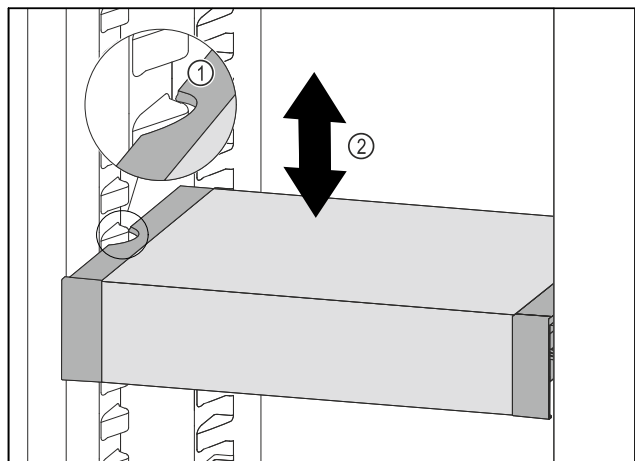

Fig. 165
- ▶ Потягнути VarioSafe вперед, поки бокові заглиблення VarioSafe не опиняться на рівні ребра для резервуара в охолоджувальному відділенні. Fig. 165 (1)
- ▶ Пересувайте VarioSafe вгору або вниз в охолоджувальному відділенні до тих пір, поки не досягнете бажаної висоти. Fig. 165 (2)